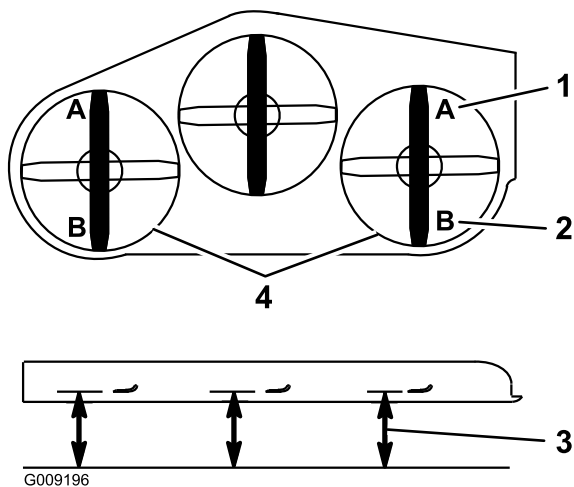

Figura 90
- 9. En ambos lados de la carcasa, mida desde la superficie nivelada hasta la punta delantera de la cuchilla (Posición A). La distancia debe ser de 7,6 cm (Figura 90).
15. En ambos lados de la carcasa, mida desde la superficie nivelada hasta la punta trasera de la cuchilla (Posición B). La distancia debe ser de 8,3 cm; consulte Figura 90.